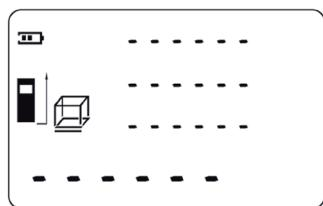

Abb. 11
- Die Modus-Taste 4 betätigen, um den Modus für Volumenmessung zu wählen. Die blinkende Zeile im -Symbol zeigt die zu messende Länge an (Abb. 11).